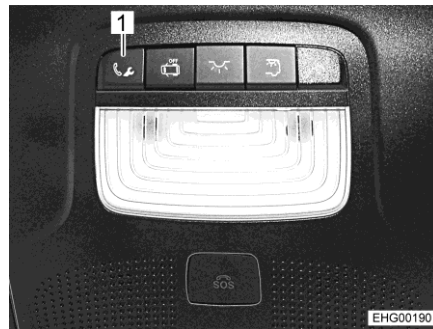

Fig. 13 Touche de demande de dépannage
- Appuyer sur la touche (Fig. 13,1) de demande de dépannage. Un appel du centre clients Mercedes-Benz est déclenché.